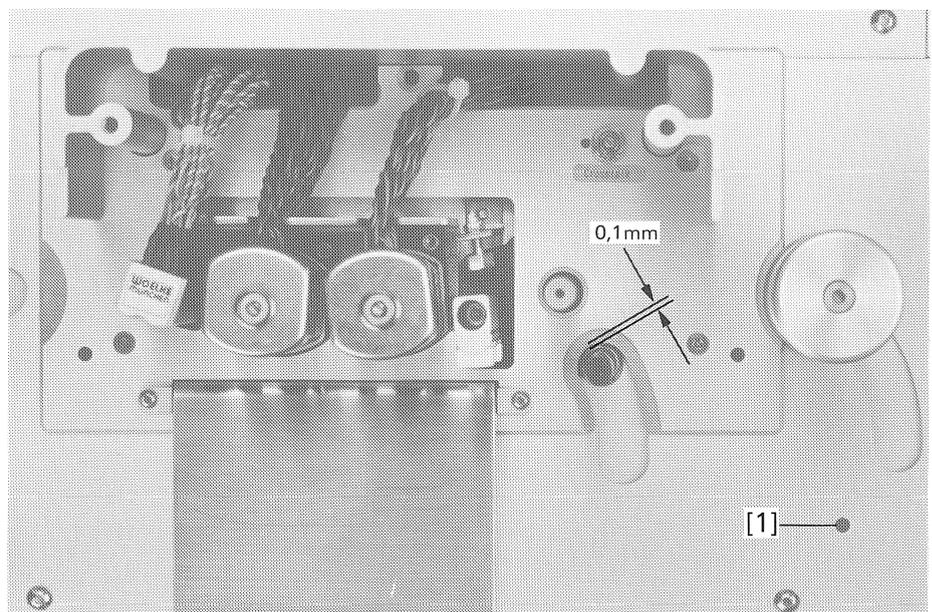

Fig. 24
- Einen Innensechskantschlüssel 3mm in das Loch [1] einführen und das Andruckrollenaggregat im Uhrzeigersinn zum Anschlag drehen (Play-Stellung), siehe Fig. 24.